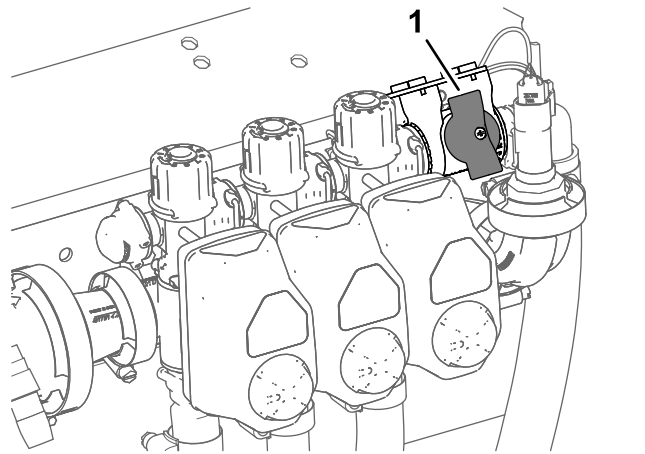

图 44
4. 对于以喷洒率模式操作的机器应确保喷洒臂段旁通切断阀旋钮处于已关闭位置图 44。
5. 对于以喷洒率模式操作的机器应确保喷洒臂段旁通切断阀已关闭图 44。